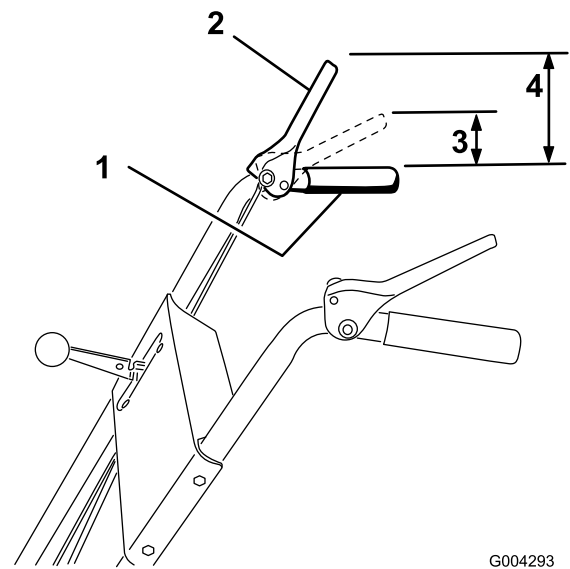

Bild 9
3. Überprüfen Sie den Abstand zwischen der Oberkante des Handgriffs und der Unterkante des Antriebshebels für das Räumwerk bzw. Gebläserad (Bild 9).
Hinweis: Die zum Drücken des Hebels aufzuwendende Kraft erhöht sich merklich, wenn der Antriebsriemen für Räumwerk/Gebläserad vollkommen gespannt ist (ca. die Hälfte des Hebelweges). Die Einstellung ist korrekt, wenn die Kraft, die aufzuwenden ist, zuzunehmen beginnt, und der Abstand zwischen der Oberkante des Handgriffs und der Unterkante des Antriebshebels für Räumwerk/Gebläserad 3 bis 5 cm beträgt, siehe Bild 9.